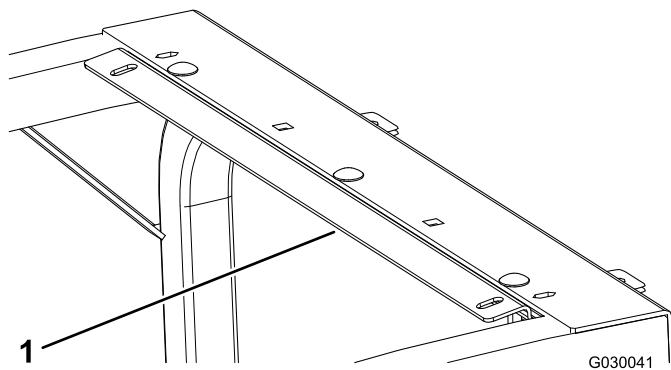

図2
4. 後部ブラケットを取り付ける既存の3本のキャリッジボルトをブラケットの3つのスロットに合わせる図2。